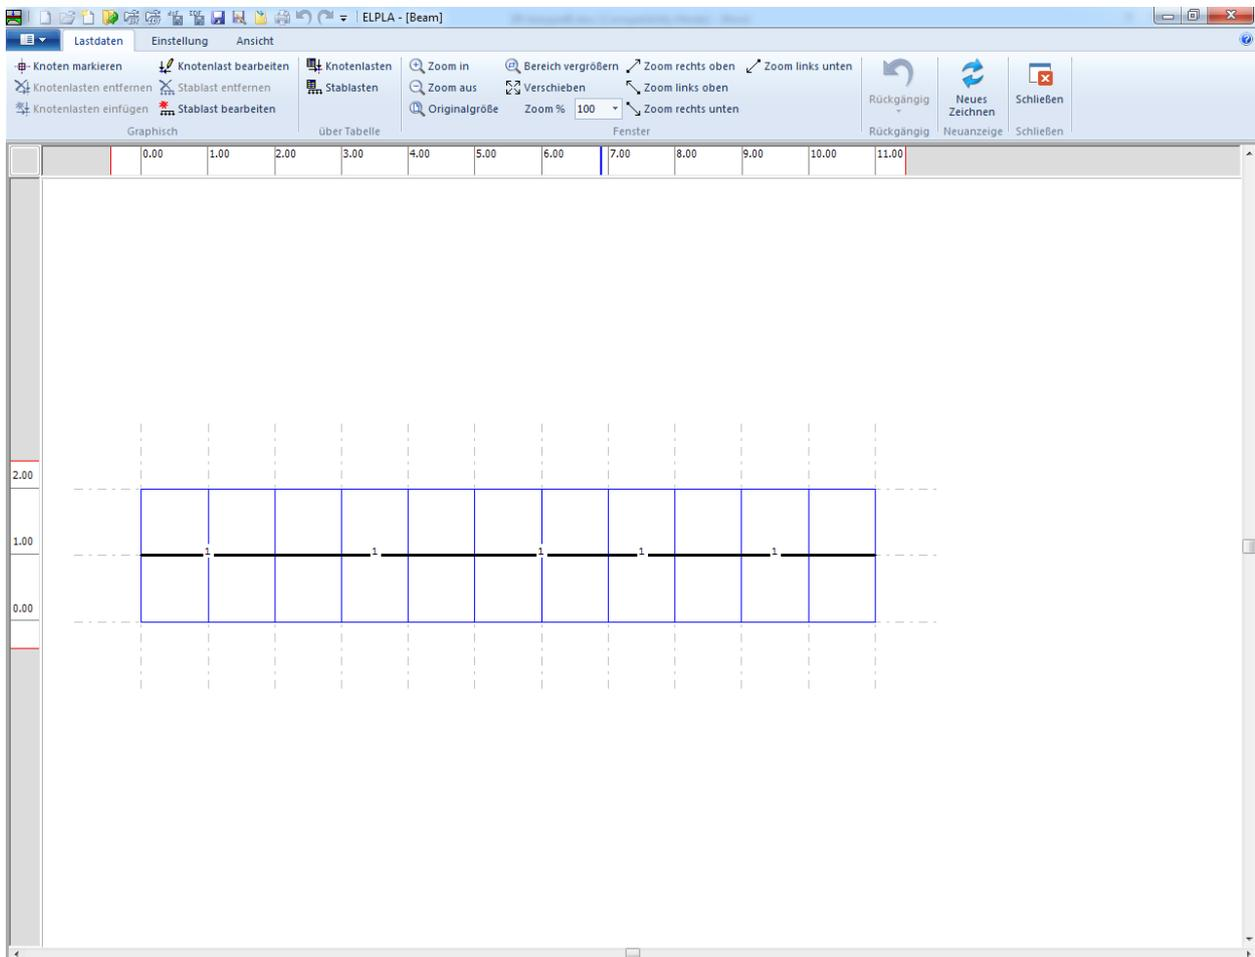
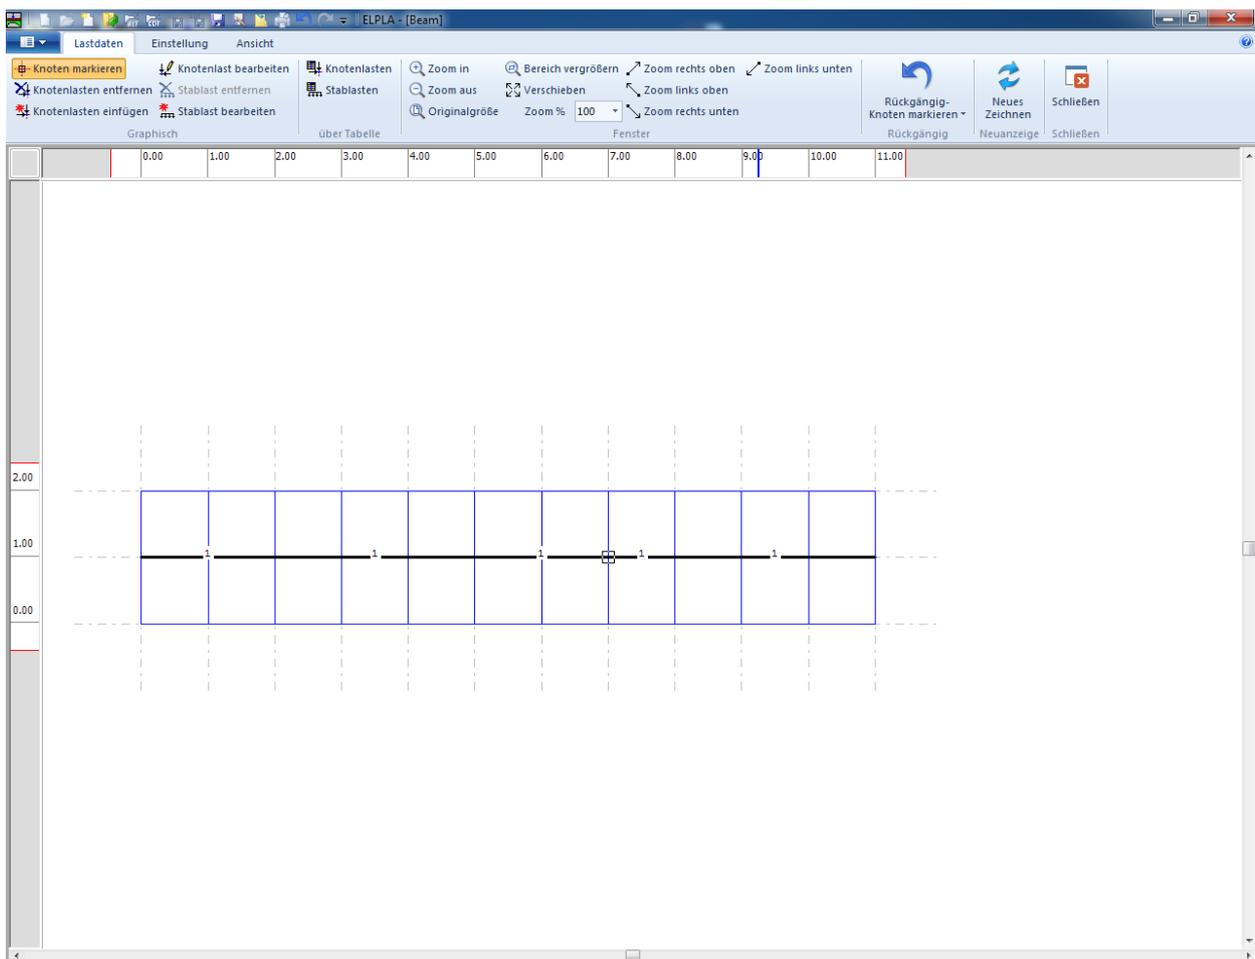

Bild 8.27 "Lastdaten" Fenster
Bild 8.28 Markierung des belasteten Knotens
- Das folgende Fenster (Bild 8.27) mit den Stäben auf dem Netz erscheint
- Wählen Sie "Knoten markieren" aus dem Menü "Graphisch" im Bild 8.27. Dabei wechselt der Cursor von einem Pfeil zu einem Kreuz. Markieren Sie den Knoten, der belastet wird, wie im Bild 8.28 gezeigt